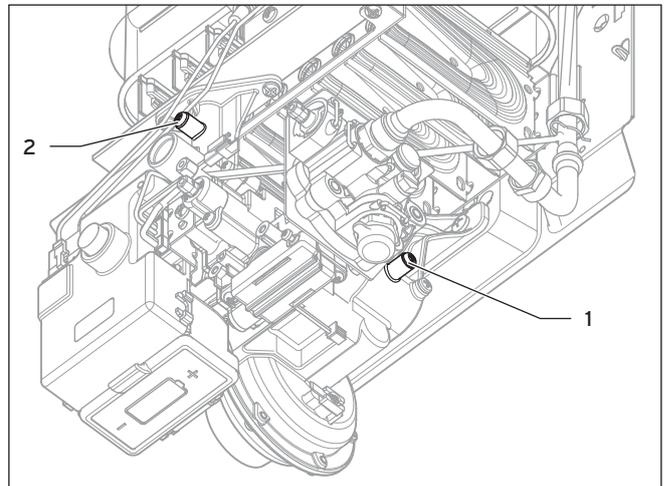

Fig. 5.4 Bocchettoni per la misurazione della pressione del bruciatore
- Svitare la vite di tenuta del bocchettone per la misurazione della pressione del bruciatore (2), vedere Fig. 5.4.